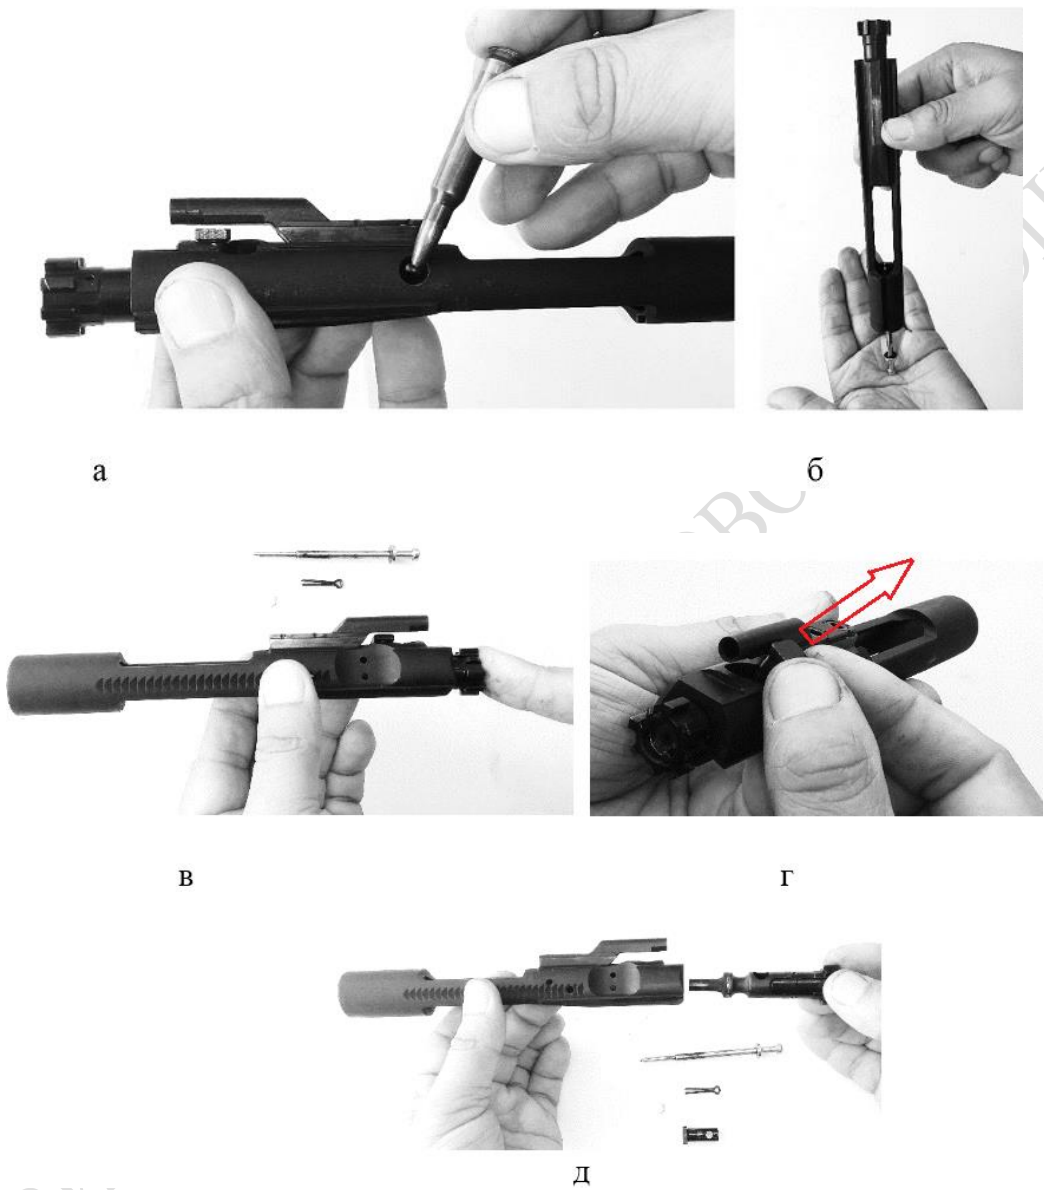

Рисунок 12. Від’єднання затвора від затворної рами.
4) **Розібрати затворну раму.** Тримаючи затворну раму однією рукою, другою рукою витягнути шплінт фіксації ударника (при ускладненні витягування шплінта можна скористатись патроном (рис. 12, а), піддівши шплінт за вушко кінчиком кулі). Повернути затворну раму затвором догори, при цьому ударник
повинен випасти (рис.12, б). При необхідності – витягнути його руками. Зсунути затвор до упору в крайнє заднє положення, натиснувши на дзеркало затвора (рис.12в). З-під газоприймача вийде голівка пальця затвора. Провернути голівку пальця на 90° та витягти його в напрямку стрілки (рис.12, г). Він повинен вийти без зайвих зусиль. Після цього витягнути затвор із затворної рами (рис.12, д).